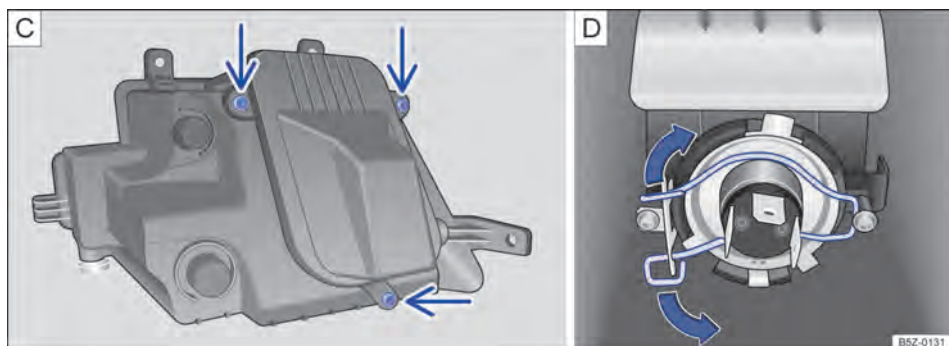

Fig. 153 No para-choque dianteiro: **C** retirar os parafusos da cobertura da lâmpada e **D** lâmpada do farol de neblina.
5. Retirar os parafusos indicados pelas setas → Fig. 153 C, para acessar a lâmpada do farol de neblina.
7. Comprimir a mola de travamento no sentido da seta e deslocá-la para destravar a lâmpada → Fig. 153 D.